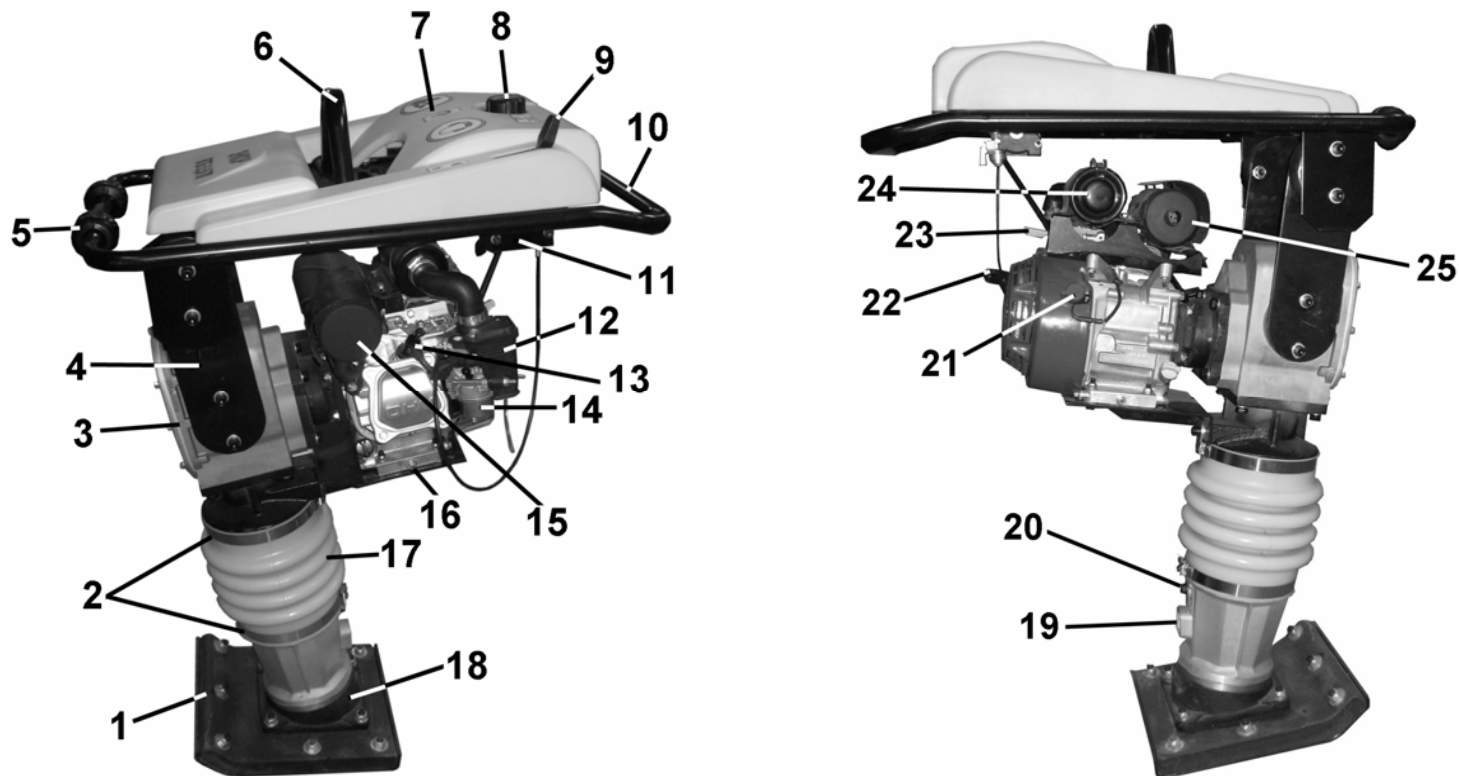

Рис.2
9.5. Непосредственно перед первым (или холодным) запуском двигателя ручку газа (9) необходимо перевести в положение повышенных оборотов двигателя (примерно 1/3), Рис.2.